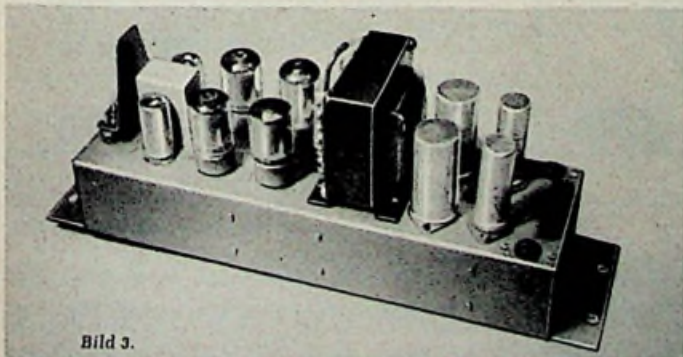

Bild 3.
Bei meinem Gerät zeigten sich folgende Besonderheiten: Die kräftige Gegenkopplung zwischen Ausgang und Katode der ersten Röhre 12 AX 7 machte Netzteile mit sehr niedrigen Innenwiderständen nötig, weil sonst Blubbern schwer zu vermeiden ist. Sehr günstig wären wahrscheinlich elektronisch geregelte Netzgeräte. Das Blubbern (auch Pumpen oder motorboating genannt) ließ sich aber auch durch Verkleinern des Rumpelfilter-Kondensators am Gitter der unteren Triode von 12 AX 7 (II) beseitigen. Trotz dieses sehr kleinen Wertes liegt die untere Grenzfrequenz des Gerätes unterhalb von 18 Hz! Bild 3 zeigt eine Ansicht des Verstärkers.